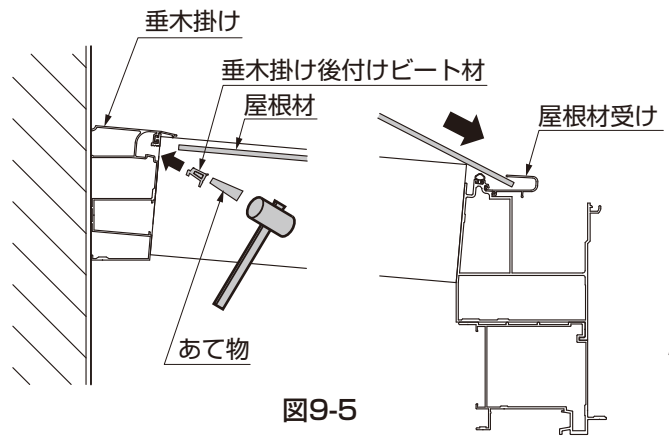

図9-5
- ② 屋根材を屋根材受けに差込んでください。(図9-5参照)
- ③ 垂木掛け後付けビートをあて物をあてて、垂木掛けの奥まで叩き込んでください。(図9-5参照)